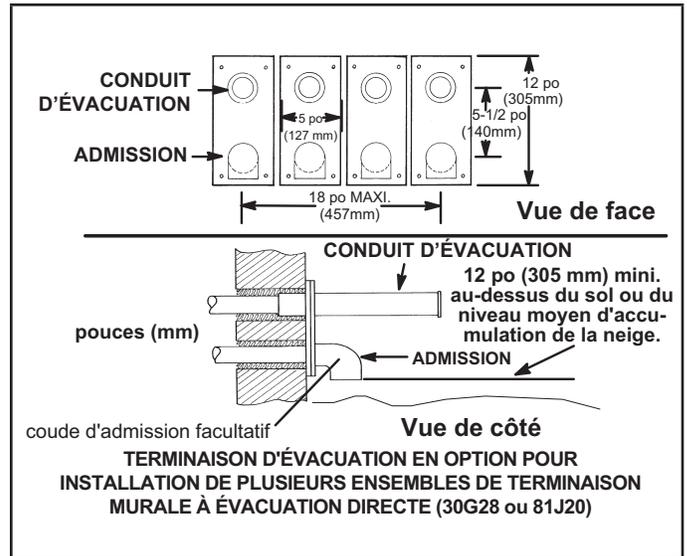

FIGURE 36
- 8 - Une installation composée de plusieurs générateurs peut être reliée à un groupe de quatre terminaisons ou moins assemblées à l'horizontale, comme illustré à la FIGURE 36.